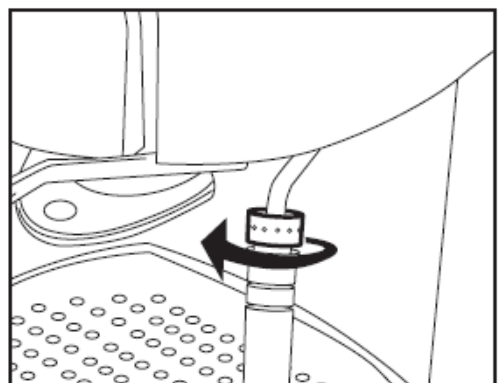

Fig. 4
- Se till att munstycket sitter fast på ångröret. Vrid låsmuttern som visas (Fig.4)